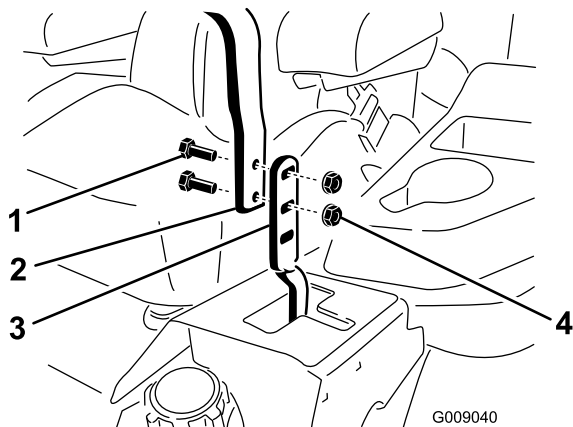

Figure 65
3. Desserrez les boulons et les écrous à embase situés dans les leviers (Figure 65).